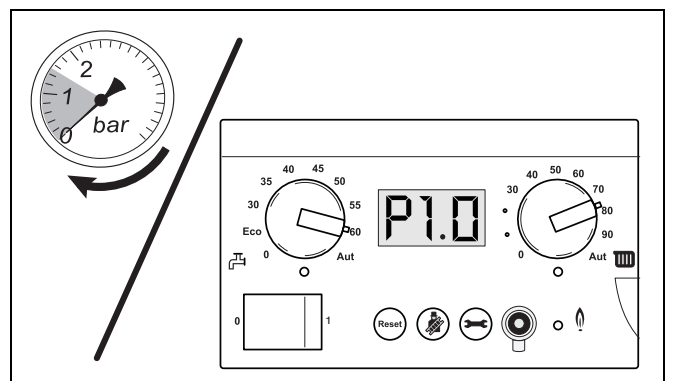

Рис. 14 Считывание показаний манометра
- Проверить показания давления на аналоговом манометре на соединительном блоке или на панели управления регулятора BC10 (рис. 14).
- Удалить воздух из отопительной установки через вентили на отопительных приборах. При этом следует начинать с нижнего этажа здания и затем продолжать этажом выше (рис. 14).